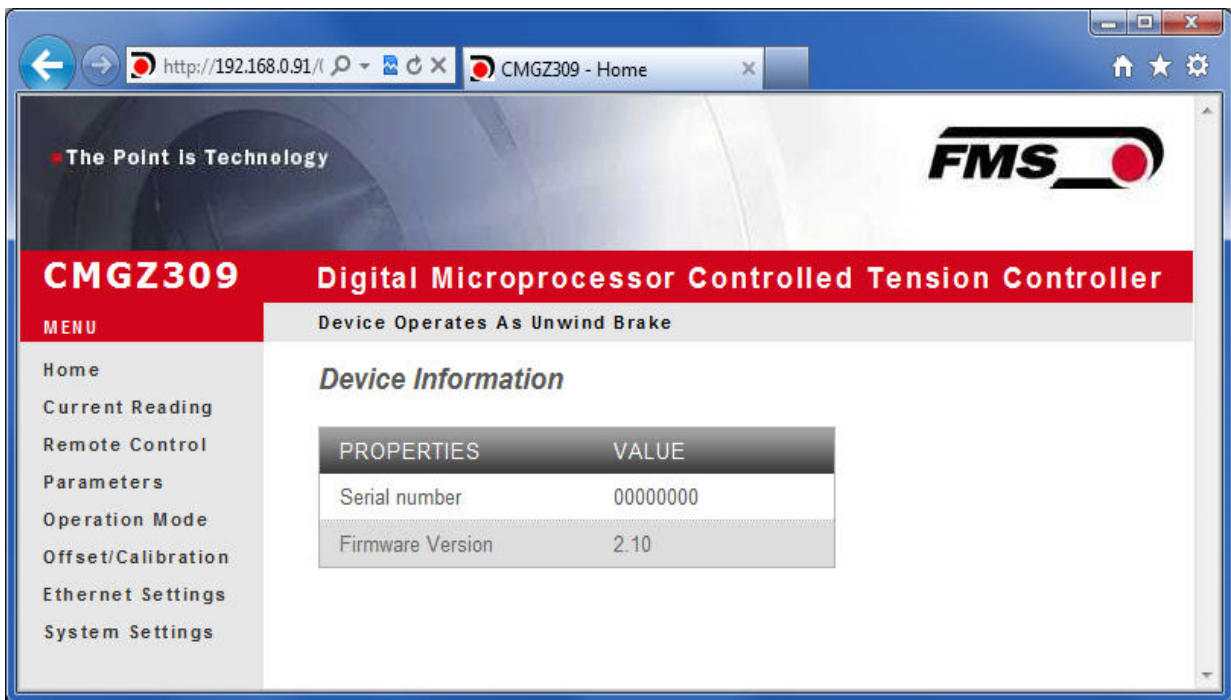

Bild 40: Startseite mit Geräteinformationen
3. Der Bildschirm „Device information“ (**Bild 40**) öffnet sich.